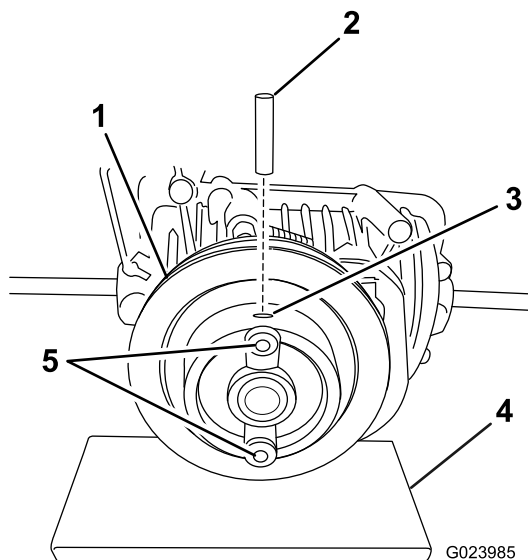

Figure 1
- Utilisez un marteau et un chasse-goupille pour installer la nouvelle goupille à l'une des 2 extrémités du trou (Figure 1).
**Remarque:** Soutenez la poulie pendant que vous insérez la goupille pour éviter d'imposer une contrainte excessive à l'arbre d'entrée (Figure 1).
- Placez les 2 vis du kit dans les 2 trous, comme montré à la Figure 1.